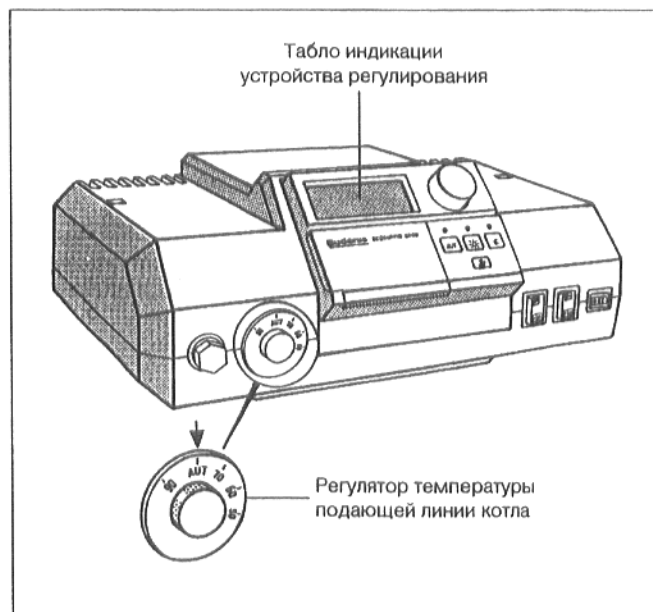

рис. 5 Индикация неисправностей, регулятор температуры подающей линии котла
- Установить регулятор температуры подающей линии котла (рис. 5) в положение "AUT". При отсутствии устройства регулирования "Ecomatic" настроить на желаемую температуру.
В случае, если на табло индикации МЕС (рис. 5) появляется сигнал о неисправности горелки и загорается сигнальная лампа неисправностей на автомате розжига горелки, необходимо поступить следующим образом: